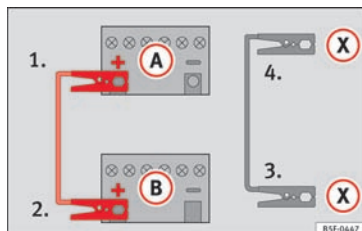

Fig. 70 Tilslutningsdiagram for biler med start-stop-system
– I biler med start-stop-system: Sæt den ene ende af det sorte startkabel (X) fast på en egnet stelforbindelse – en massiv metaldele, der er skruet sammen med motorblokken, eller på selve motorblokken» Fig. 70.
5. Sæt den anden ende af det sorte startkabel (X) på en massiv metaldele, der er skruet fast på motorblokken, eller på selve motorblokken i bilen med det afladede batteri – dog ikke i nærheden af batteriet (A).